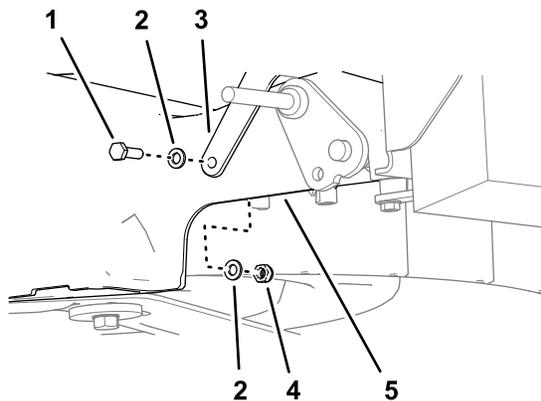

Bild 13
2. Befestigen Sie die Bürstenstrebe mit einer Kopfschraube (6 x 20 mm), 2 Unterlegscheiben (6 mm) und einer Sicherungsmutter (6 mm) am Mähwerk (Bild 13).